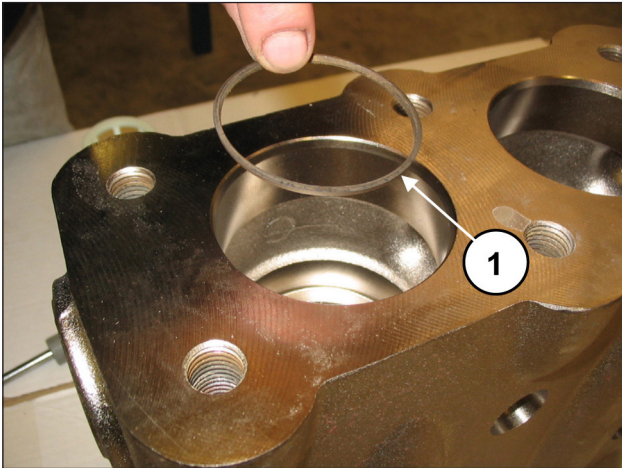

Fig. 111
Insira o anel anti-extrusão, pos. de explosão nº. 5 (pos. ①, Fig. 111).